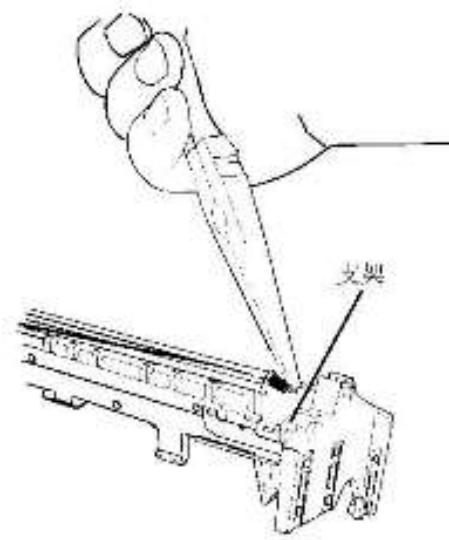

图 4 安装电极丝弹簧端
2. 在 U 极丝环一端装上弹簧并将弹簧装到支架上(图 4)。